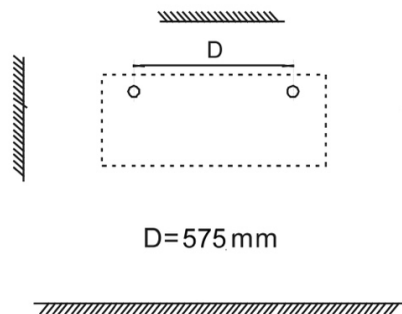

Fig.2
2. Bohren Sie zwei passende Löcher in der Größe des Fischers $\varnothing 8$ mm in die Wand. (Fig. 2) – $d = 575$ mm